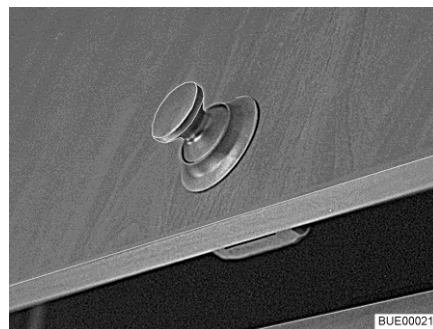
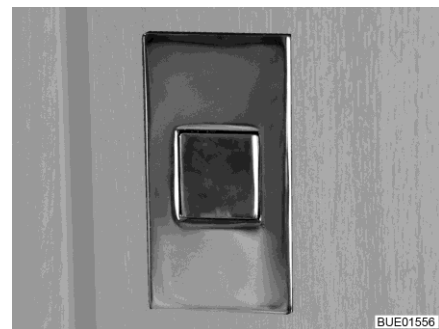

Bild 86 Skåplucka med tryckknapp (rund)
Bild 87 Skåplucka med tryckknapp (fyrkantig)
- Tryck på låsets inre del. Tryckknappen (Bild 86 och Bild 87) skjuts ut.